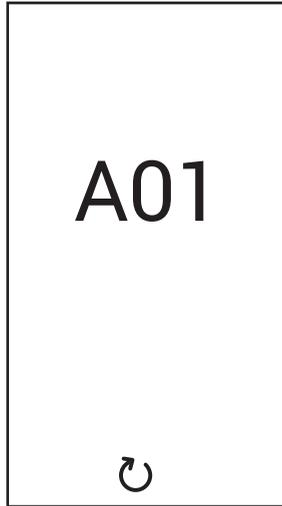

fig. 5
**Anomalie de tip A (fig. 5):** Pentru a debloca centrala în cazul acestui tip de anomalie, trebuie să apăsați tasta  până când apare mesajul "Confirm?". După aceea confirmați cu tasta .